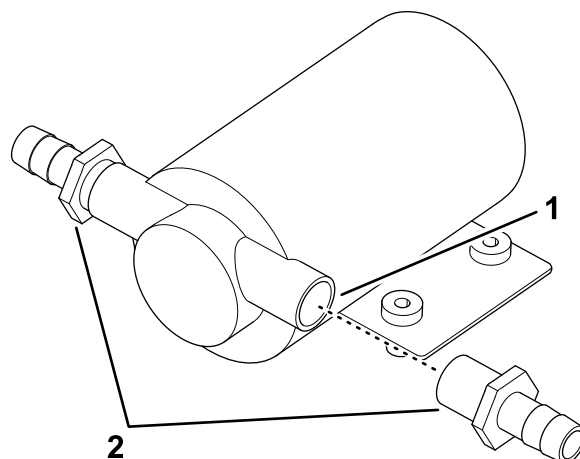

Figura 24
1. Applicare un sigillante PTFE ai filetti dei 2 raccordi diritti dentellati (Figura 24).
2. Montare i 2 raccordi diritti dentellati nei 2 fori della pompa del serbatoio di lavaggio (Figura 24).